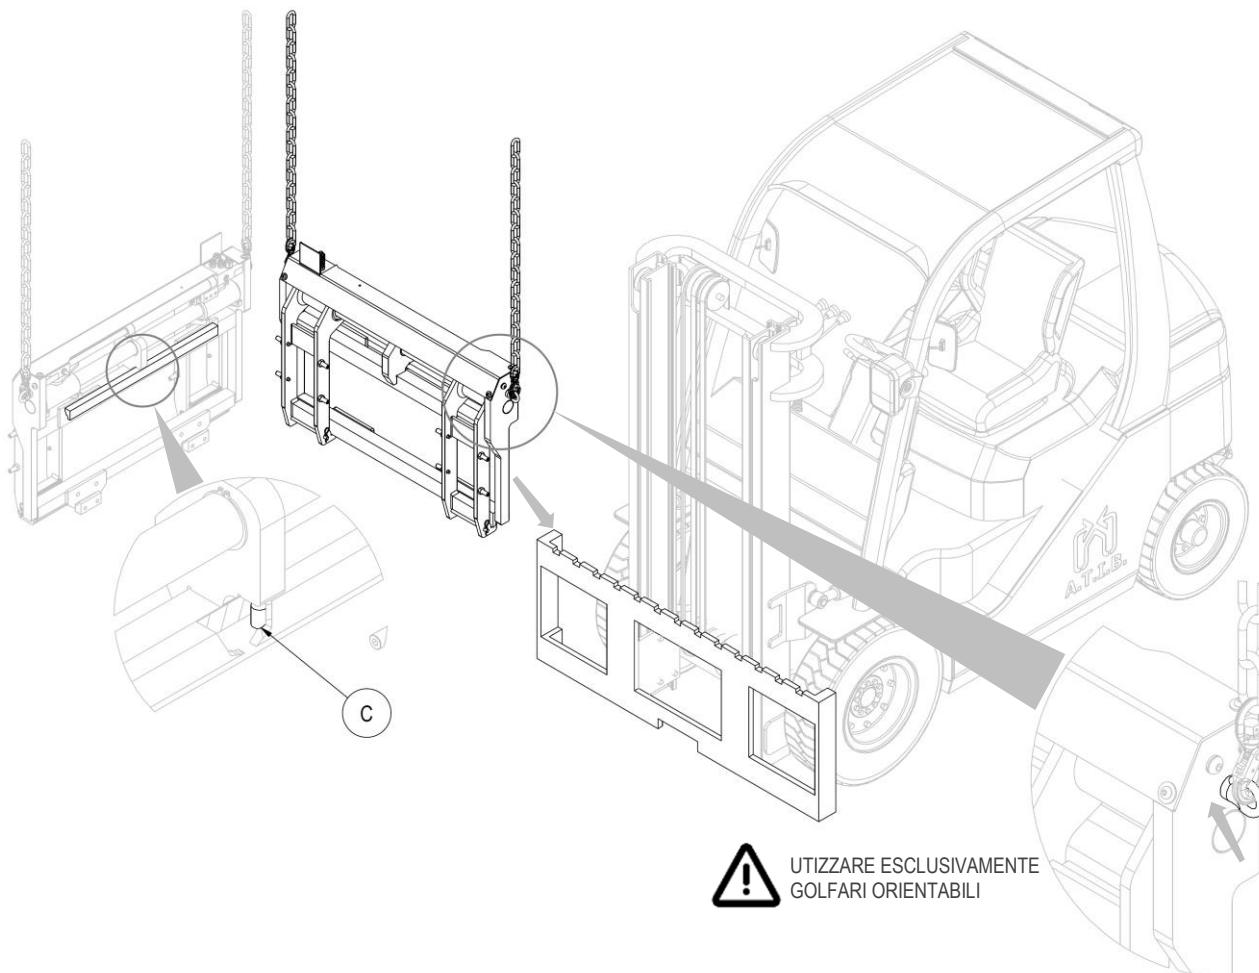

Figura 8
5. Per la movimentazione devono essere utilizzati esclusivamente golfari orientabili, i quali a vanno avvitati negli appositi fori laterali (vedi dettaglio *Figura 8*).
6. Agganciare quindi l'attrezzatura dai golfari e con un carroponete o un paranco di portata sufficiente posizionarla sulla piastra porta forche, avendo cura di incastrare il dente di centraggio **C** nella tacca centrale della stessa (vedi dettaglio *Figura 8*).